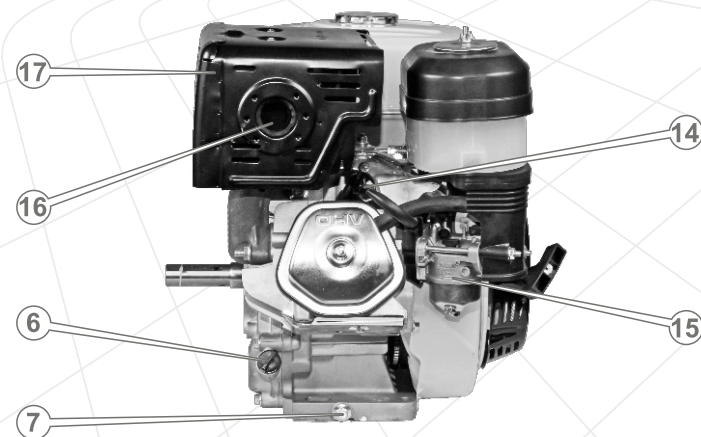

Рисунок 4
1. Двигатель (подробно см. рисунок 4).